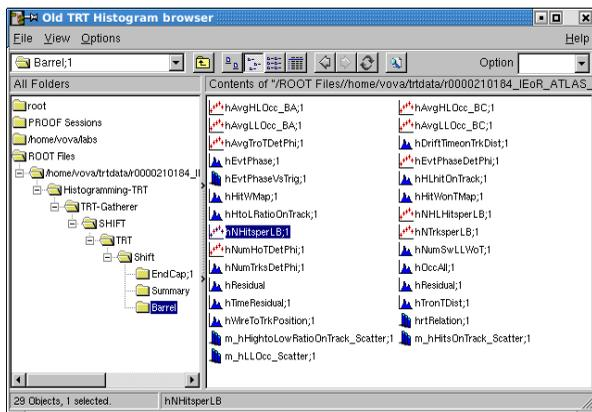
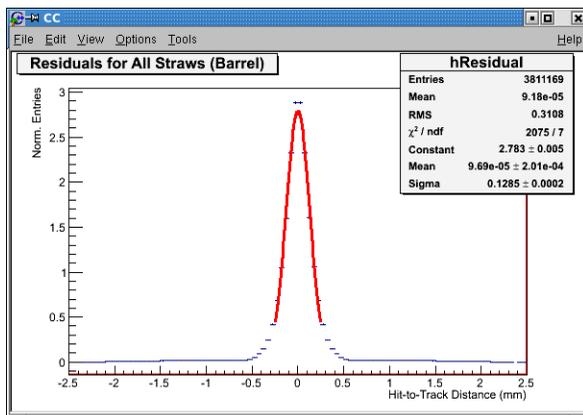

Рис. 3.5
Рис. 3.6
17. Запустите TRTViewer в режиме ATHENA\_Viewer, в котором источником данных являются сохраненные общей для ATLAS on-line программой мониторинга ROOT файлы. Откройте ROOT браузер для просмотра гистограмм. В папке Histogramming-TRT/TRT-Gatherer/SHIFT/TRT/Shift/Expert найдите гистограмму hResidual. (см пример на рис. 3.5) Что она показывает? Профитируйте центральную часть этой гистограммы распределением Гаусса. О чем говорит количественно полученный в результате фитирования параметр Sigma? (см пример на рис. 3.6)